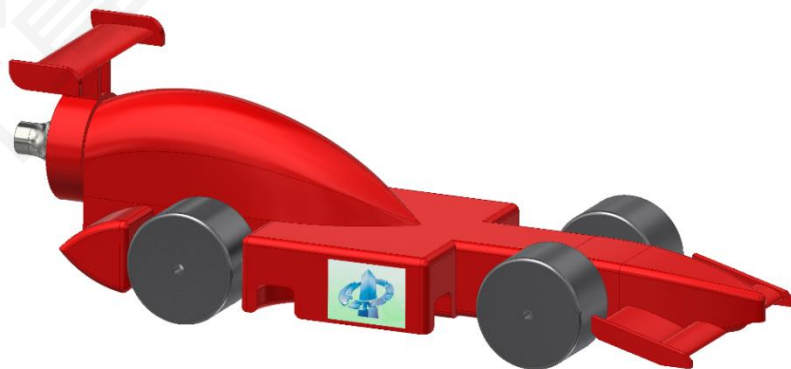

图1 F1车模的组成与结构
某玩具公司设计部拟开发一种使用 CO² 气体驱动的简易 F1 赛车模型，赛车组成结构见图 1（1-3 要求制作，4-8 是给定的），它依靠 8g 二氧化碳气瓶作为动力，驱动车模在直线轨道上运动，轨道装置上有一条牵行线穿过车模底部的两个羊眼螺钉，从而保证车模高速直线运动时紧贴轨道表面。现要求 2 名选手协同工作，在满足设计及工艺约束条件情况下，以获得最佳的气动外形和竞速性能、最佳零件加工质量和整车外观质量为目标，完成下列工作：
- （1） 在 5 小时比赛时间内完成前翼/尾翼/车身零件(图 1 表中序号 1、2、3 零件)的设计、加工和装配测量；
只能设计加工图 1 指定的三个零件，不能增加其他任何零件；
- 3.1.4** 调用符合 GB 或 ISO 标准的 A3 图纸模板，在一张 A3 图纸上绘制车身、前翼、后翼、车轮 4 个零件图（含工程标注），每个零件图要有名称、材料、比例；在另一张 A3 图纸上绘制整车的装配图，装配图要能反映全部零件的装配关系及装配尺寸（气罐位置不需要标注），并标注轴承和车轴的配合公差，装配图要有 BOM 表（见图 1）和对应的零件序号，并附一个整车渲染轴测图；